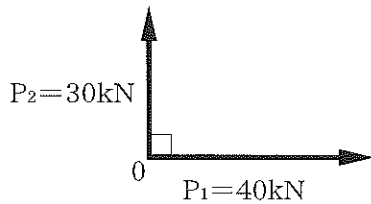

図1
- (1) 図1のような直角な2力、 $P_1=40\text{ kN}$ 、 $P_2=30\text{ kN}$ の合力の大きさを求めなさい。